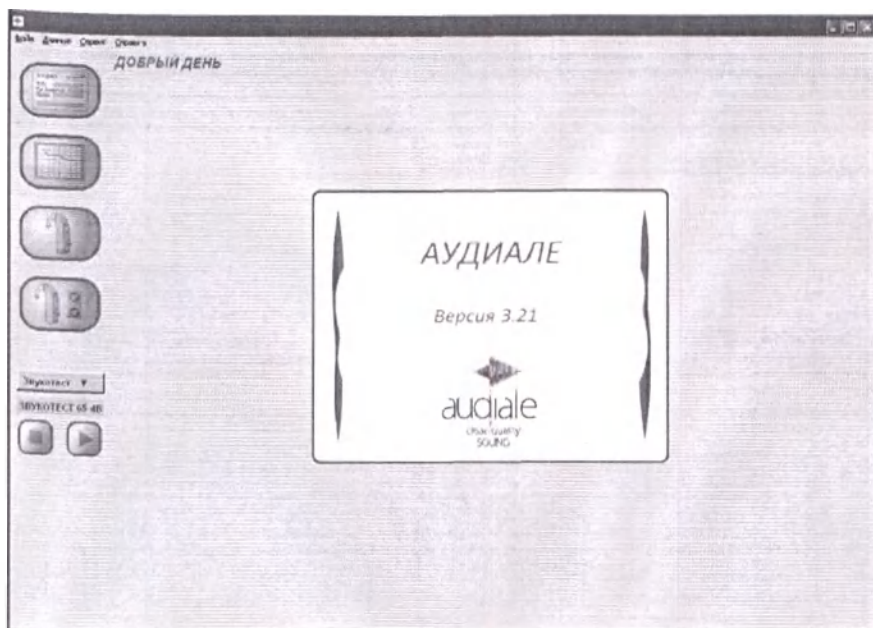

Рис. 4
5.1 Запустите программу «Аудиале» двойным щелчком «мыши» по ярлыку который Вы найдете на рабочем столе Вашего ПК сразу после установки программы. Появится исходное окно программы (Рис. 4).